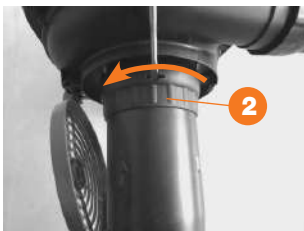

Рис. 32
- Вставьте подходящий инструмент (например шлицевая отвертка) через отверстие в прижимной гайке, чтобы нажать на фиксатор (рис. 32).
- Поверните прижимную гайку 2 в направлении стрелки до упора (рис. 32).